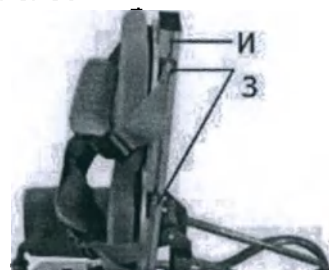

Рис.61
6) Регулировка ремней (рис.61)